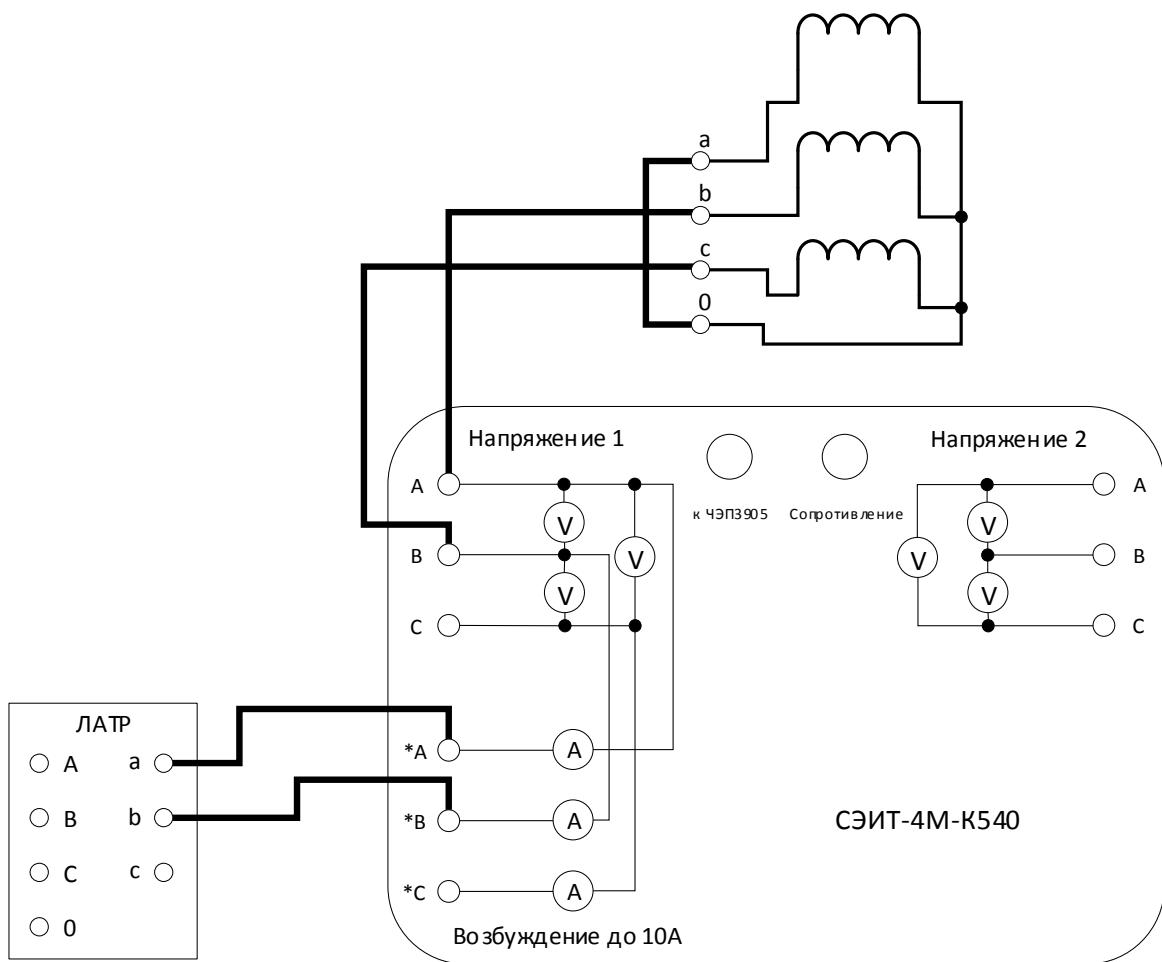
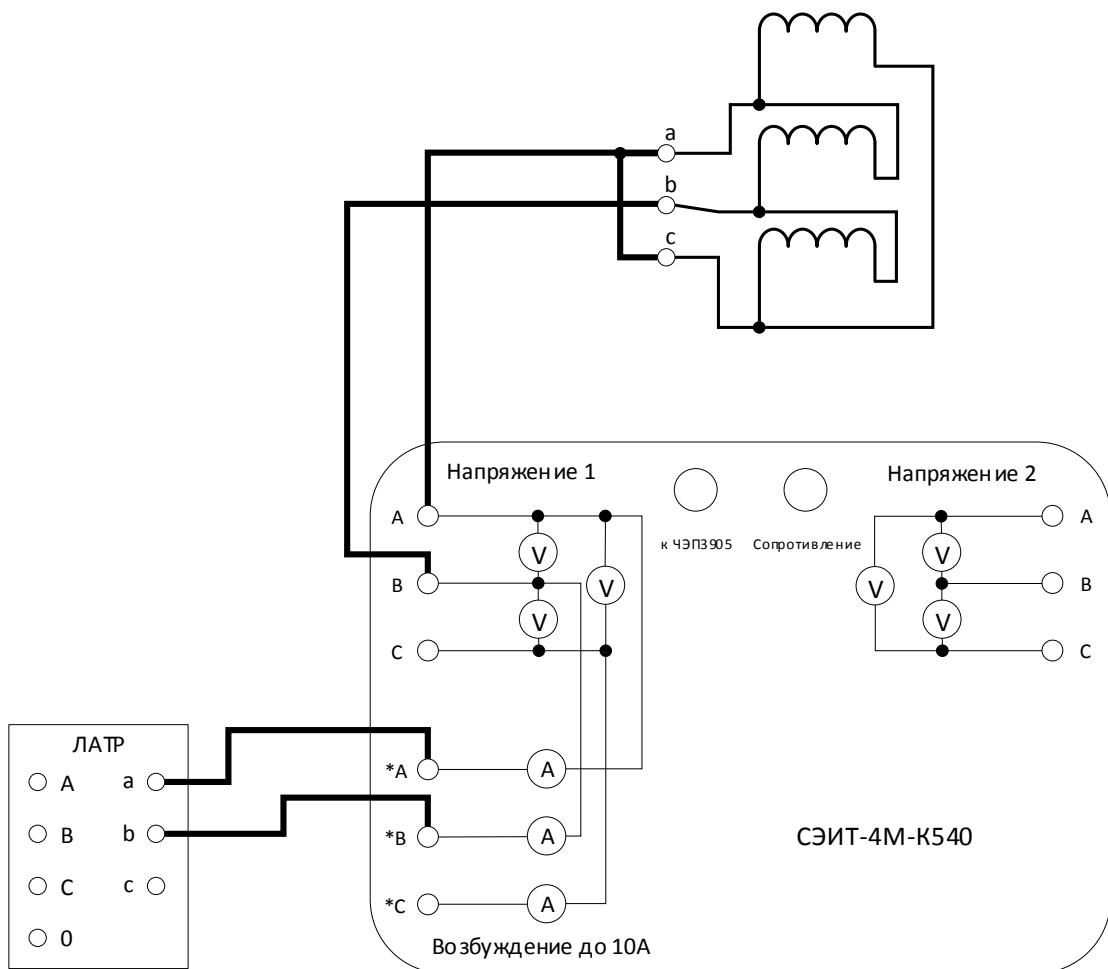

Рис. 15. Опыт холостого хода при малом напряжении для обмоток, соединенных звездой
Рис. 16. Опыт холостого хода при малом напряжении для обмоток, соединенных треугольником
- 1) Выполняют короткое замыкание обмотки фазы А, возбуждают фазы В и С трансформатора и измеряют потери. Измерительные схемы данного опыта для схем соединения обмоток Y_0 и Δ приведены на рис. 15 и рис. 16 соответственно.